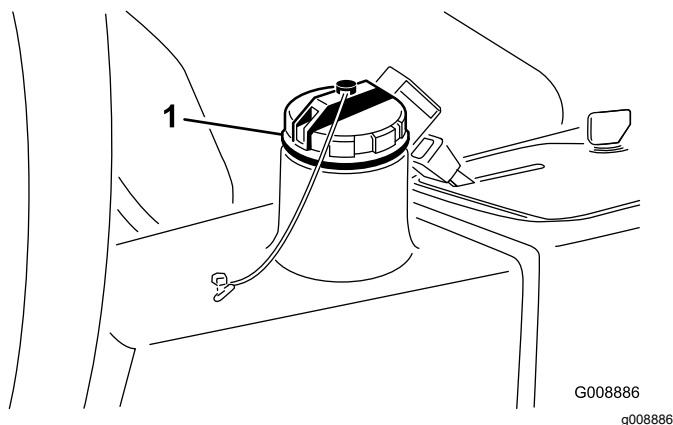

Figura 74
2. Pulite attorno al collo del bocchettone e del tappo del serbatoio del fluido idraulico (Figura 74) e rimuovete il tappo.